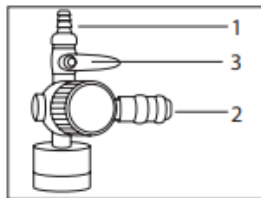

Рис. 4
9. Благодаря конструкции компрессора, Вы можете подключать одновременно два инструмента. На выходе из компрессора предусмотрены штуцера двух типов: «елочка» (Рис. 4, п. 1) и быстросъемный (Рис. 4, п. 2).
К инструменту, подключенному к быстросъемному штуцеру, воздух поступит автоматически. Для подачи давления к инструменту, подключенному к штуцеру типа «елочка», откройте шаровой кран (3) (Рис.4). Рабочее давление на выходе может изменяться непосредственно в процессе работы регулятором. Также можно отрегулировать расход воздуха отдельно только у инструмента, подключенного к штуцеру типа «елочка» посредством регулировки положения крана (3) (Рис.4).
обоих инструментах будет одинаковым, а расход воздуха будет распределяться пропорционально соотношению проходных сечений инструментов или выходных штуцеров в случае регулирования расхода воздуха краном, т.е. при увеличении расхода воздуха через штуцер (1) (Рис.4) будет уменьшаться расход воздуха через штуцер (2) (Рис.4), и наоборот.
- к штуцеру типа «елочка» – закройте кран (3) (Рис.4), ослабьте хомут (если установлен), смените шланги инструмента, снова затяните хомут и откройте кран, установив необходимый расход воздуха;
**3.** Снизьте давление до 1 бар, открыв штуцер «елочка» (1) (Рис.4).